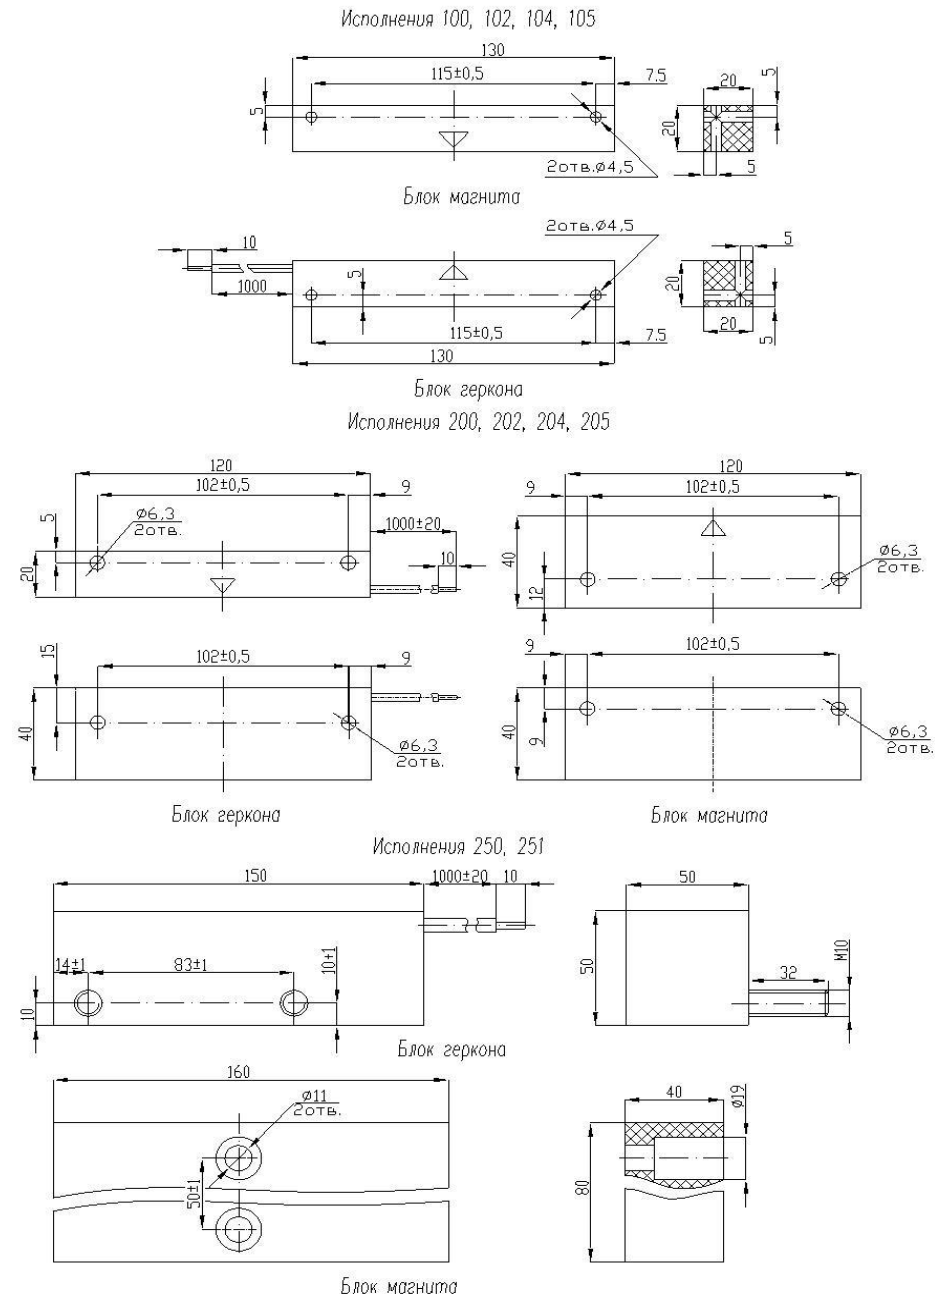

Рис.4 Габаритные размеры исп. 100, 102, 104, 105, 200, 202, 204, 205, 250, 251
4.4. К несущей поверхности блоки извещателя крепятся шурупами (болтами), пропущенными через отверстия в основании. Извещатели могут крепиться к вертикальным или горизонтальным рабочим поверхностям в соответствии с потребностями заказчика, но в положении встречного направления стрелок. Габаритные и присоединительные размеры извещателей ИО 102-26 приведены на рис. 3 и рис. 4.